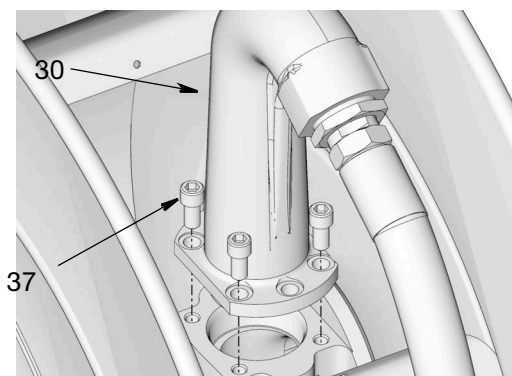

Рис. 12: Показана модель для низкого давления
- Установите выпускной патрубок (30) на катушку. Установите на место и надежно затяните все болты (37). Затягивайте болты с усилием 32,54 – 40,67 Н•м (24 – 30 фут-фунтов) (Рис. 12).
- На моделях для работы под низким давлением (см. Рис. 12) используют 4 болта (37).
- На моделях для среднего давления (не показано) используется 6 болтов (37).